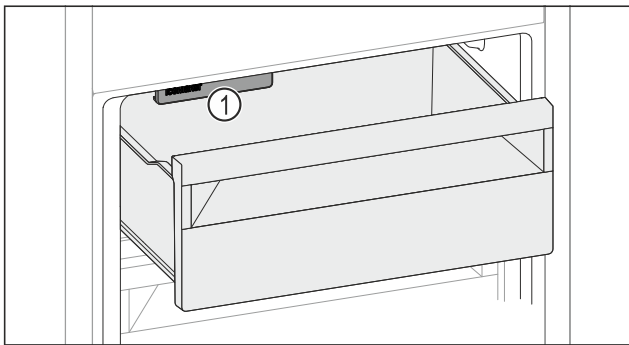

Fig. 151
- ▶ Слідкувати за функцією IceMaker Fig. 151 (1).